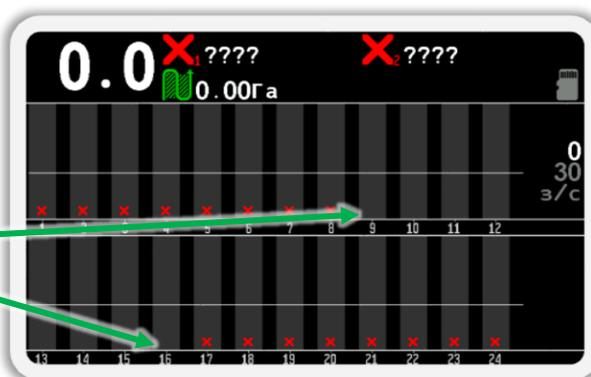

Рисунок 63
- Убедитесь, что настройки концентратора изменились на требуемые. Для этого физически отключите и подключите концентратор к жгуту связи. После этого вернитесь на главный экран (см. Рисунок 63). Для этого сначала выйдите из меню «Сервис», а затем закройте меню главного экрана. (используйте кнопку  «Назад»).